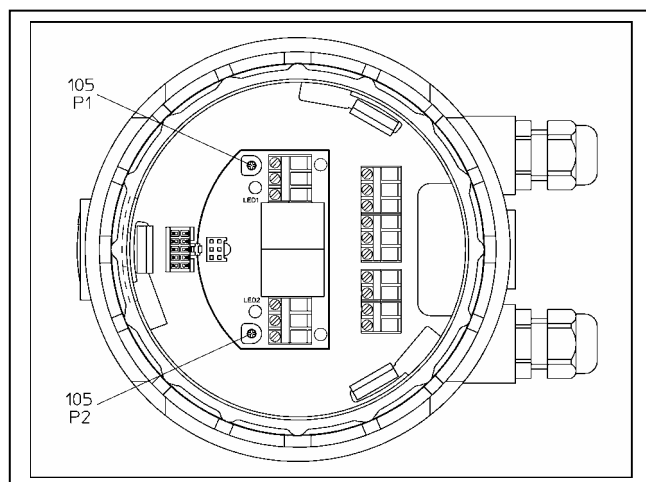

Bild 10: Einstellung der Trimpotentiometer (105) P1 / P2 auf der Wegschalterplatte (106).
Die Wegschalterrelais werden durch die Trimpotentiometer (105) P1 / P2 unabhängig voneinander eingestellt (Bild 10):